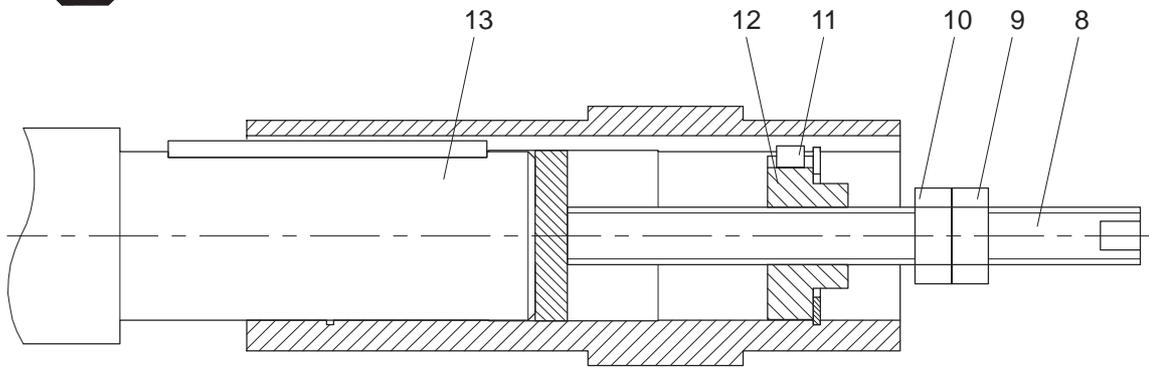

Figure 6.9.2: Démontage de l'arbre creux et de la clavette
- 3) Après que le produit dérouilleur a eu suffisamment le temps d'agir, détachez le réducteur avec le dispositif à cet effet. Voir la figure 6.9.2 "Démontage de l'arbre creux et de la clavette".